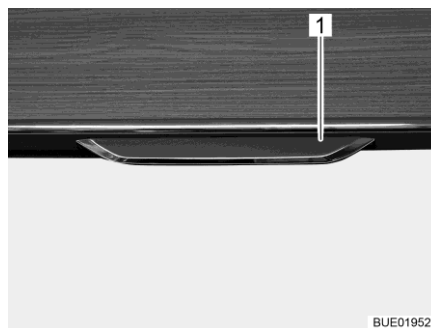
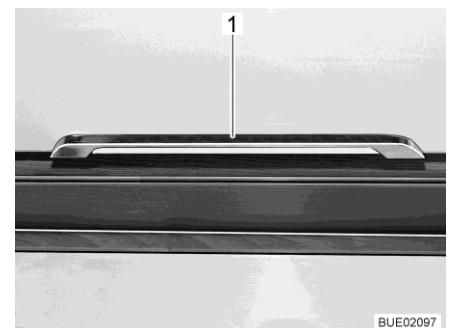

Fig. 66 Porte de placard avec poignée de déverrouillage
Fig. 67 Poignée de déverrouillage (Ixeo T)
- Ouvrir : ■ Tirer la poignée de déverrouillage (Fig. 66,1 et Fig. 67,1) vers l'extérieur ou le bas